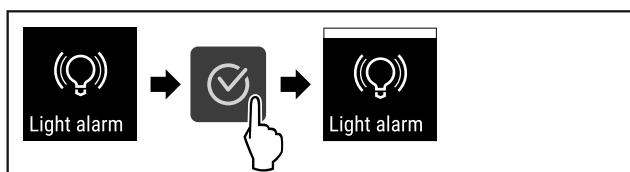

Fig. 119
- ▶ Atlikite veiksmus (žr. Fig. 119) .